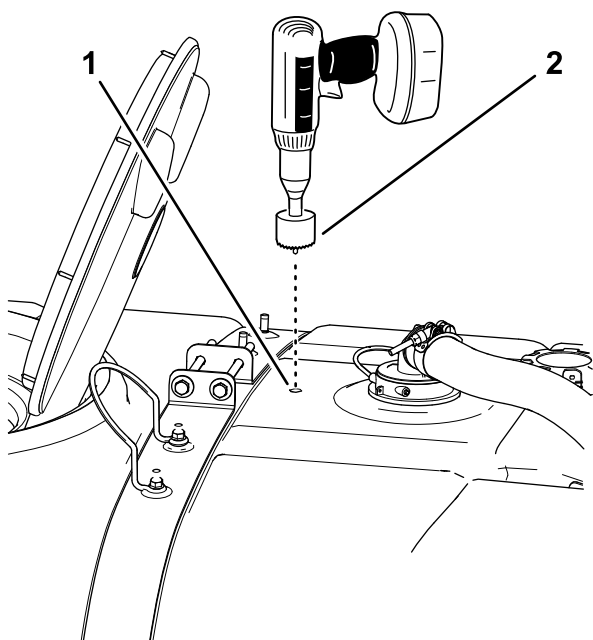

Figura 18
4. Utilice una broca de corona de 4,5 cm para perforar un taladro en la marca de perforación (Figura 18).